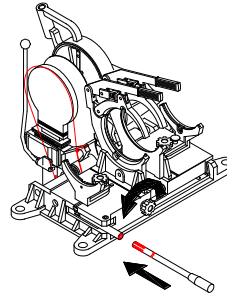

Fig. 4
- Dal cassetto porta oggetti prendere la leva e avvitarela nella sua sede, sbloccare il volantino aprire i carri della macchina, fare uscire il gruppo fresa e il termoelemento. (**fig. 4**)
- Monter le levier de pression, desserrer le bouton de blocage et ouvrir la table de pression. (**Fig. 4**)